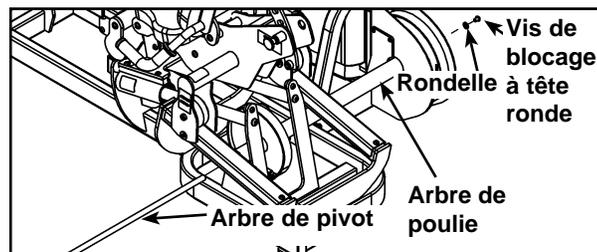

Figure 3
I. Retirez l'une des deux vis de blocage à tête ronde fixant l'arbre du pivot. Reportez-vous à la figure 3.
J. Retirez avec précaution l'arbre de pivot et l'arbre de poulie. Reportez-vous à la figure 3.
N. Fixez prudemment l'arbre de poulie en utilisant l'arbre de pivot et les vis de blocage à tête ronde retirées aux étapes 4I et 4J. Reportez-vous à la figure 3.